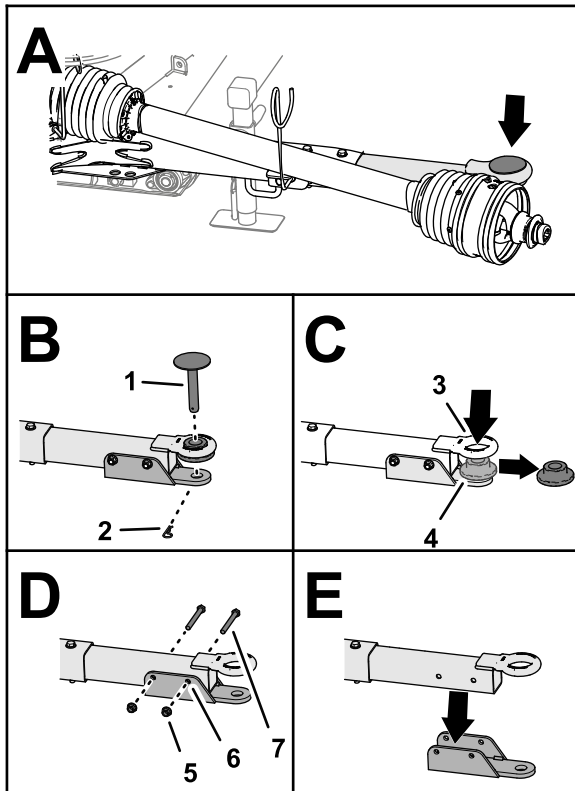

Рисунок 7
1. Извлеките игольчатый шплинт, который крепит палец сцепного устройства к буксировочной штанге, и снимите палец сцепного устройства (Рисунок 7).
2. Снимите фланцевую втулку с проушины поворотного сцепного устройства (Рисунок 7).
3. Удалите 2 фланцевые контргайки и 2 колпачковых винта, которые крепят серьгу к буксировочной штанге, и снимите кронштейн с вилкой (Рисунок 7).